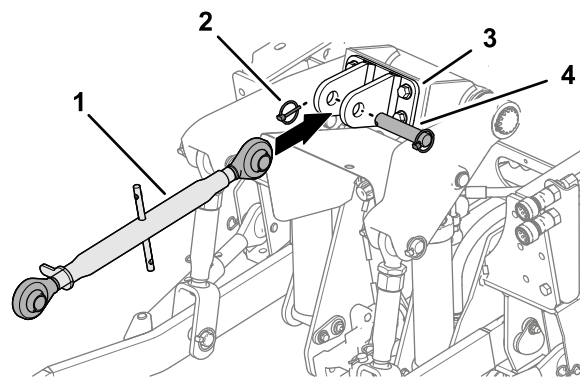

Рисунок 16
- Установите верхнюю тягу 3-точечного сцепного устройства (если она была снята) (Рисунок 16) на тяговый блок.